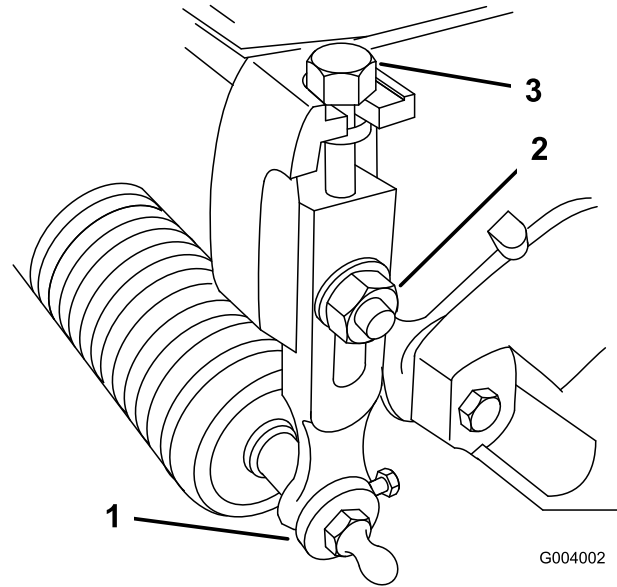

Bild 52
- Lösen Sie die Sicherungsmuttern, mit denen die Schnitthöhenarme an den Seitenplatten des Mähwerks befestigt sind (Bild 52).